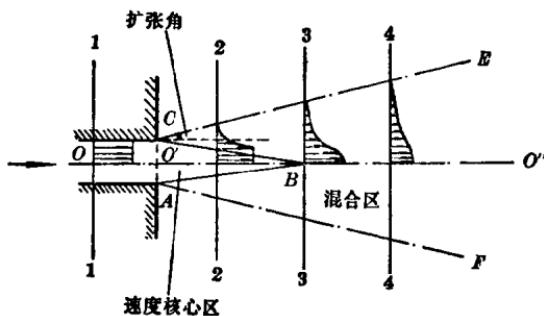

图 1-2 射流速度平面分布
若我们用手指在喷嘴左右、远近移动，就会感到有一股压力，而且这股压力在变化着。这是什么原因呢？因为手上感觉到力的大小与冲击到手上的压力大小有关，而这股压力的大小又与流体的速度有关。例如在逆风中骑自行车前进的人与农村中挑稻草前进的人都有这样的感觉：风越大，骑车与挑稻草前进越吃力就是这个缘故。然而，用手指的感觉来确定速度的大小是不准确的，所以最好用测量装置来测定射流速度的平面分布，我们用图 1-2 来表示射流在沿喷嘴中心线方向的速度分布。为简明起见，我们把射流的速度分布划分成二个区域：
(1) 速度核心区 如果用箭头的长短来表示速度的大小，那么如图 1-2 所示，有一个三角形的区域（用 A、B、C 表示），在这个区域里，速度到处一样，并且比周围的要大，这个区域叫
(2) 混合区 在速度核心区与扩张的点划线之间，称为“混合区”。它的特点是流动速度大大降低。因为高速喷射的射流要带动周围静止的气体一起向前，结果这股射流的速度就要降低。这是一个很重要的现象，我们必须引起重视。这种现象叫做射流的“卷吸”，或称“抽吸”。如图 1-2 所示，在点划线  $CE$  和  $AF$  的外面，气流速度很小，可以认为静止。但是，在靠近喷嘴的地方，也有一定的流动速度，这是由于射流起着强烈的卷吸作用所致。
扩张角是表示射流向两边扩张的程度。图 1-2 是用点划线  $AF$  和  $CE$  与射流中心线  $OO''$  之间的夹角来表示。如果射流进入大气，其扩张角一般是  $12^\circ \sim 15^\circ$ （仅对气体而言）。